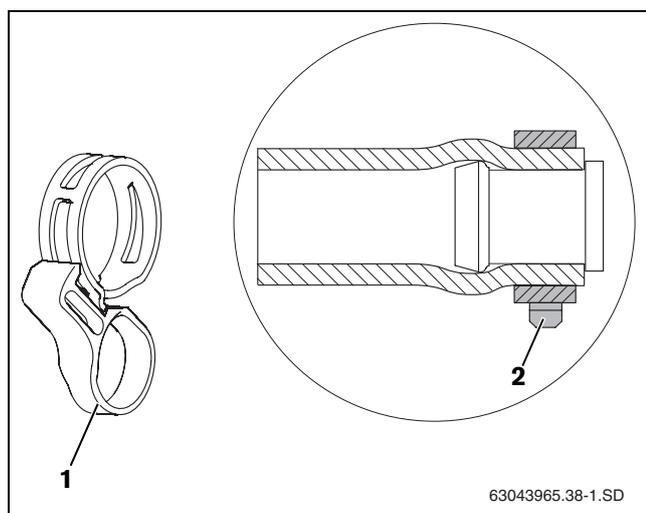

Fig. 32 Fascetta stringitubo con anello di sicurezza dopo il montaggio al tappo cieco premontato
- Occorre assicurare assolutamente la corretta posizione della fascetta stringitubo prima della rimozione dell'anello di sicurezza (fig. 32, [1] e [2]). Un allentamento eseguito in un secondo tempo con delle tenaglie potrebbe infatti diminuire la forza di serraggio.